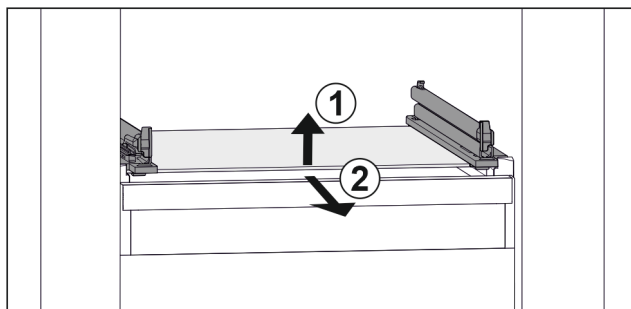

Fig. 44 Exemple de représentation de la tablette en verre
- Soulever la tablette en verre par l'avant. Fig. 44 (1)
- Retirer la tablette en verre par l'avant. Fig. 44 (2)